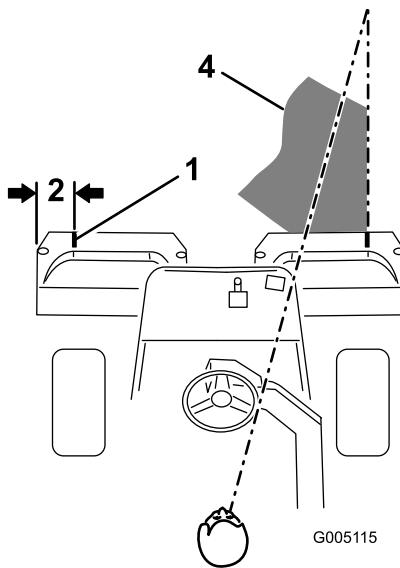
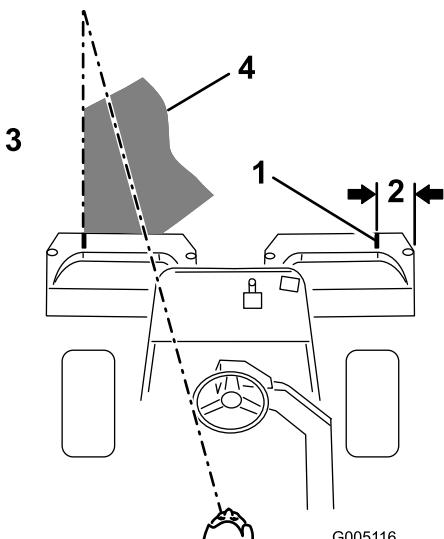

Figura 22
Figura 23
2. Collocate una striscia di nastro bianco o disegnate una linea su ciascun cesto di raccolta parallelamente al lato esterno di ogni cesto (Figura 22).
3. Nei secondi giri di tosatura, sovrapponetevi in misura minima al taglio precedente. Per realizzare una linea retta attraverso il green e mantenere la macchina equidistante dal bordo di taglio precedente, stabilite una linea visiva immaginaria a circa 1,8–3 m davanti alla macchina fino al margine della parte non tosata del green (Figura 22 e Figura 23). Potrebbe essere utile includere il margine esterno del volante nella linea visiva; in questo caso mantenete il volante allineato con un punto che deve essere sempre tenuto equidistante dalla parte anteriore della macchina (Figura 22 e Figura 23).